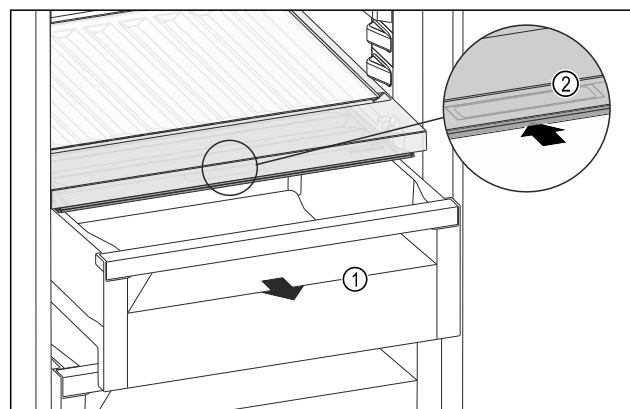

Fig. 165
- Schubfach Fig. 165 (1) herausziehen.
- Griffmulde Fig. 165 (2) am Fachdeckel anfassen und Fachdeckel gleichzeitig nach hinten schieben.